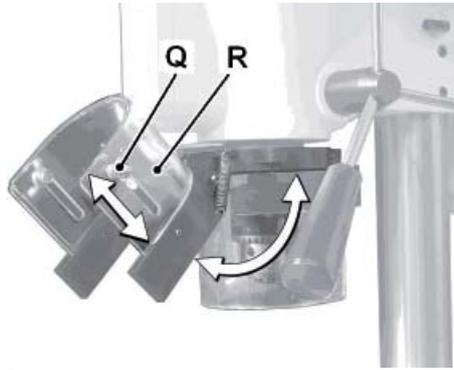

Рис. 5
- Після послаблення гвинта (Q, Рисунок 5) прозорий захист (R) патрона можна опустити вниз.